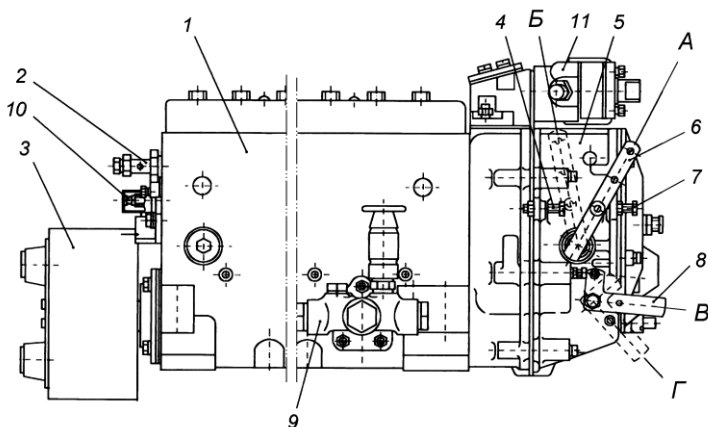
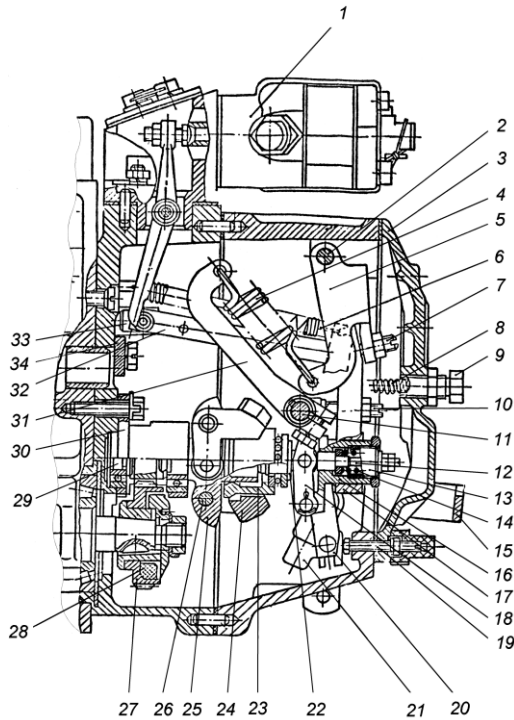

Рис. 20. Топливный насос высокого давления модели 173:
Рис. 22. Регулятор частоты вращения:
Топливный насос в сборе показан на рис. 20. С топливным насосом высокого давления в одном агрегате объединены регулятор частоты вращения 5, топливоподкачивающий насос 9 и демпферная муфта 3.
Связь секций с регулятором частоты вращения насоса осуществляется через рейку. Рейка топливного насоса перемещается в направляющих втулках, запрессованных в корпусе насоса. На выступающем из насоса конце рейки имеется болт 10 (рис. 20), которым она упирается в защитный колпачок при положении рейки перед пуском двигателя. При вывертывании болта из рейки пусковая подача уменьшается.
Регулятор частоты вращения 5 (рис. 20) механический всережимный прямого действия с повышающей передачей на привод грузов, предназначен для поддержания заданного водителем скоростного режима работы двигателя путем автоматического изменения количества подаваемого топлива в зависимости от изменения нагрузки на двигатель. Кроме того, регулятор ограничивает максимальную частоту вращения двигателя и обеспечивает работу двигателя в режиме холостого хода. Регулятор имеет устройство для выключения подачи топлива в любой момент независимо от режима работы двигателя. Автоматически поддерживая скоростной режим при изменяющихся нагрузках, регулятор обеспечивает экономичную работу двигателя. Устройство регулятора частоты вращения показано на рис. 22.
На валик напрессована державка грузов 25 (рис. 22), на осях 26 которой находятся грузы 24. Грузы своими роликами упираются в торец муфты 23, которая через упорный подшипник
Муфта 23 с упорной пятой 22 в сборе одним концом опирается на направляющую поверхность державки, а за второй конец подвешена на рычаге 18 отрицательного корректора, закрепленном на втулке 16 отрицательного корректора. Пята муфты грузов связана через узел отрицательного корректора с рычагом рейки 20 и через тягу 32 с рейкой топливного насоса. К верхней части рычага рейки присоединена пружина 6 рычага рейки, удерживающая рейку насоса в положении, соответствующем максимальной подаче, что обеспечивает увеличенную подачу топлива при пуске двигателя. В нижнюю часть рычага рейки запрессован палец, который входит в отверстие ползуна кулисы 21. Вал 11 рычага регулятора жестко связан с рычагом управления 6 (рис. 20) и рычагом пружины 31 (рис. 22). Перемещение рычага управления регулятором ограничивается двумя болтами 4 и 7 (рис. 20). За рычаг пружины 31 (коротким зацепом) (рис. 22) и двуплечий рычаг 5 (длинным зацепом) зацеплена пружина регулятора 4, усилие которой передается с двуплечего рычага на рычаг регулятора через винт - 7 двуплечего рычага. В рычаг регулятора ввернут регулировочный болт 10, который упирается в вал рычага пружины и служит для регулировки номинальной подачи топлива. В нижней части рычага регулятора расположено корректирующее устройство (12,13,14,16,18) с отрицательным корректором, предназначенного для формирования внешней скоростной характеристики ТНВД и крутящего момента двигателя. Рычаг регулятора снабжен боковой накладкой, удерживающей втулку 16 обратного корректора и упорную пяту 22 от проворота. Кроме того, хвостовик болта крепления боковой накладки, входя в боковой продольный паз втулки предохраняет ее от выпадания из расточки рычага. Упор 34, закрепленный на корпусе регулятора, не позволяет рычагу пружины 31 опасно приближаться к вращающимся грузам. Для полного выключения подачи топлива служит механизм останова, состоящий из кулисы 21, скобы 15 и возвратной пружины. Во время работы кулиса прижата усилием возвратной пружины к регулировочному винту 19.
1. Минимальная частота вращения холостого хода регулируется болтом 7 (рис. 20) и корпусом буферной пружины 9 (рис. 22);
2. Максимальная частота вращения холостого хода (начало выброса рейки) регулируется болтом 4 (рис. 20).
3. Номинальная мощность (подача) регулируется болтом 10, подрегулируется винтом 19 (рис. 22).
4. Предварительное натяжение пружины (разность оборотов конца и начала выброса рейки) регулируется винтом 7 (рис. 22).
5. Подача топлива при 500 мин^{-1} регулируется гайкой обратного корректора 12 (рис. 22):
6. Предварительное натяжение пружины обратного корректора (обороты начала срабатывания корректора) регулируется корпусом корректора 13 (рис. 22).